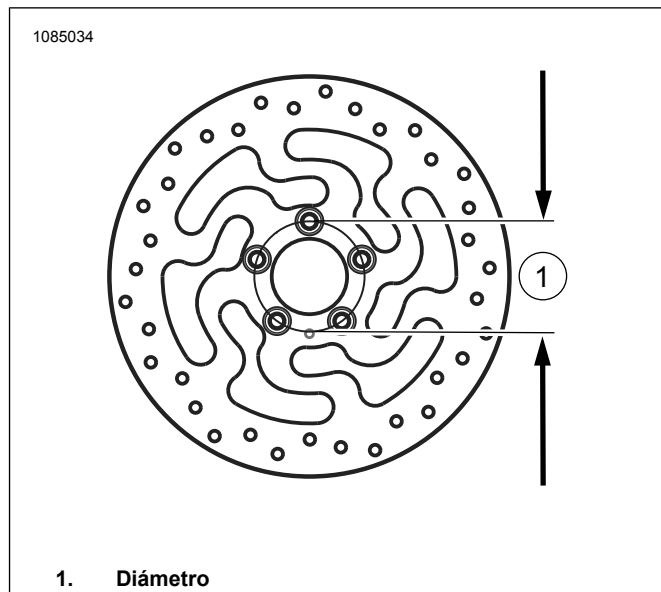

Figura 1. Diámetro del agujero de montaje del disco
1. Consulte la Figura 1. Retire y desmonte el conjunto de ruedas delanteras existente. Si el diámetro del disco del freno delantero no mide 3,25 pulg., deseche los discos. Guarde el eje, la tuerca del eje y los espaciadores de rueda para la instalación del kit. Consulta el manual de servicio.